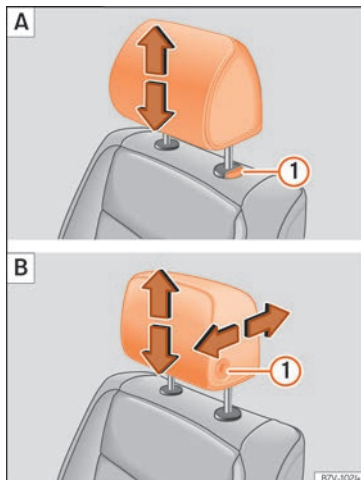
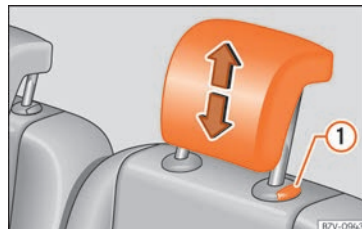

**Fig. 131** Asiento delantero: regulación del apoyacabezas.
**Fig. 132** Ajuste del apoyacabezas de la segunda o tercera fila de asientos.
- Desplace el apoyacabezas hacia arriba o hacia abajo en el sentido de la flecha correspondiente. En el caso de los apoyacabezas delanteros tanto para subir como para bajar debe presionar el botón » fig. 131 ①; en el caso de los traseros solo necesita presionar la tecla » fig. 132 ① para bajarlos » **Δ** en Introducción al tema de la pág. 145.
- Desplace el apoyacabezas hacia delante o hacia atrás en el sentido de la flecha correspondiente a la vez que presiona la tecla » fig. 131 ① **B**.